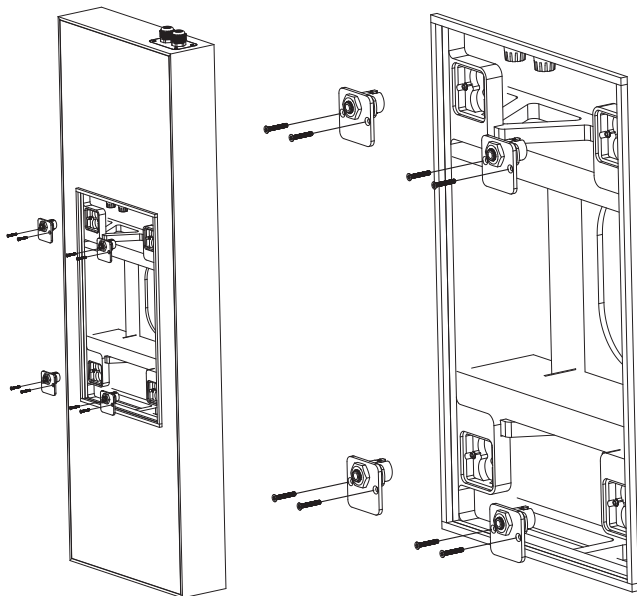

Fig. 2b Réorientez les quatre supports si le BACK CAN est installé avec l'entrée de câble en haut
6. Remarque : si vous installez le boîtier arrière avec l'entrée de câble en haut, les quatre petits supports qui acceptent les vis d'assemblage des haut-parleurs doivent être tournés de 180 degrés. Dévissez les 2 petites vis et réorientez chaque petit support comme indiqué (Fig. 2b).